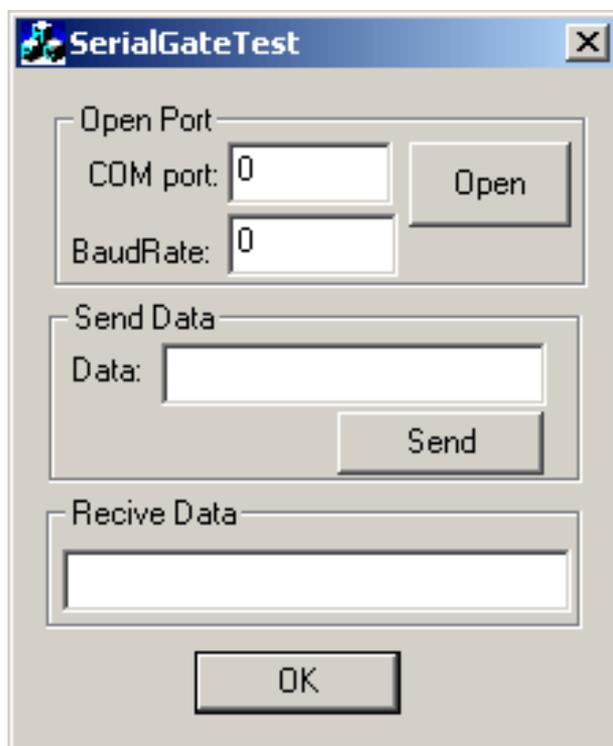

Рис. 60. Экранная форма приложения
2. Изменить внешний вид экранной формы приложения так, как показано на рис. 60.